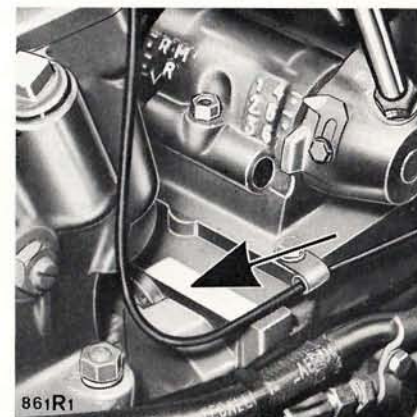

Fig. 111 - Identification du tracteur: Modèle, Série et Numéro
N.B. – Le sigle du modèle, la série et le numéro du tracteur sont gravés sur la plaque métallique; c'est-à-dire au point indiqué par la flèche dans la fig. 111.